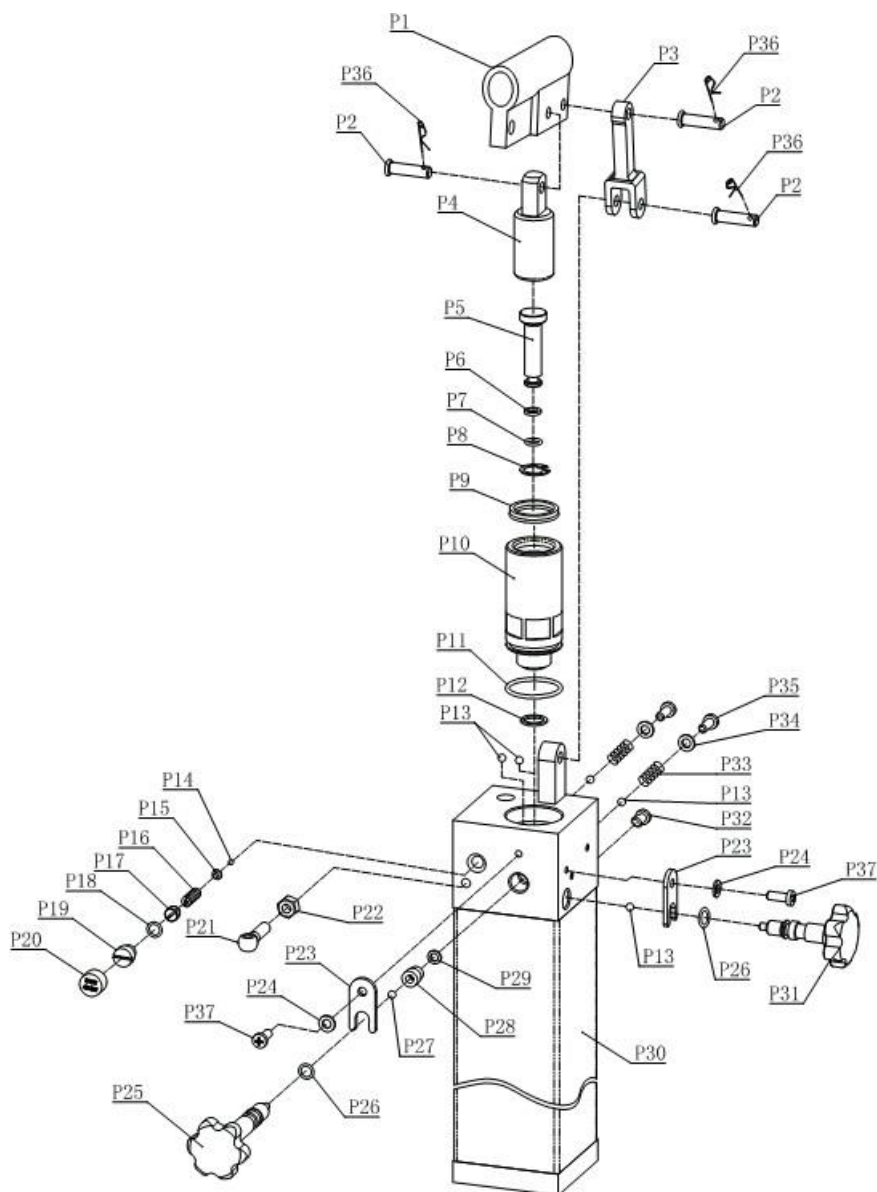

Рис. 2 Гидравлический насос (для пресса на 30 тонн)
- 4.1 **ВНИМАНИЕ** Перед первым использованием продукта необходимо прокачать гидравлическую систему. Для этого открыть длинный и короткий клапаны опускания (P25 и P31, рис. 2), повернув их против часовой стрелки. Сделать несколько полных рабочих ходов насоса для удаления воздуха из системы.